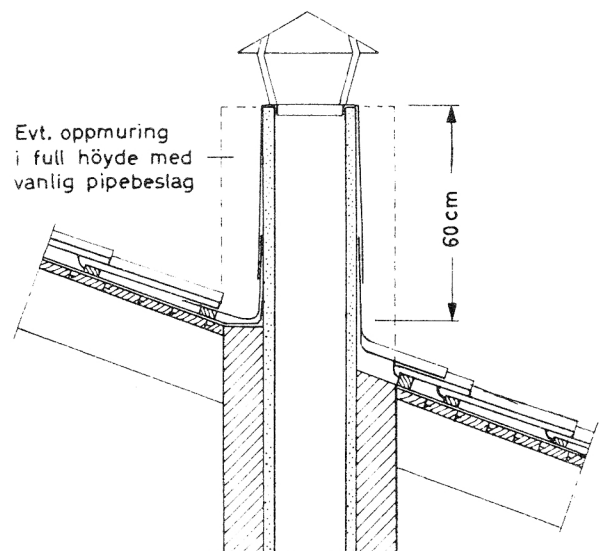

Fig. 214.
- 214 Over øverste innkastlukke skal sjakten ha overgangsrør til ventilasjonspipe, se pkt. 112. Ventilasjonspipen føres opp til en høyde av 60 cm over taktekingen. Innmuringen eller -støpingen avsluttes over loftets bordtak. Ventilasjonspipen avsluttes med regnhatt og beslås med forsinkede stålplater som vist på fig. 214. Eventuelt kan innmuringen eller -støpingen fortsette helt opp. Pipen beslås da som en vanlig skorsteinspipe.